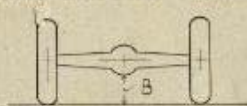
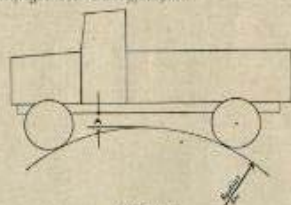

Bild 65.
Bild 66.
- m) Ausreichende Bodenfreiheit (Bild 65), um bei unebenem Gelände und auftretenden Hindernissen (Pflanzkumpfe, Steine u. a.) wichtige Fahrzeugteile nicht zu beschädigen. Bodenfreiheit (B in Bild 65) beträgt 200 bis 300 mm.
- n) Ausreichende Bauchfreiheit (Bild 66), um beim Befahren von Wäldern mit schmaler Krone, oder beim scharfen Übergang von Hängen zur Ebene oder umgekehrt das Auf-
lesen des Fahrzeugs zu vermeiden. Der Abstand „A“ (Bild 66) darf nicht kleiner sein als die vorgegebene Bodenfreiheit (Bild 65).